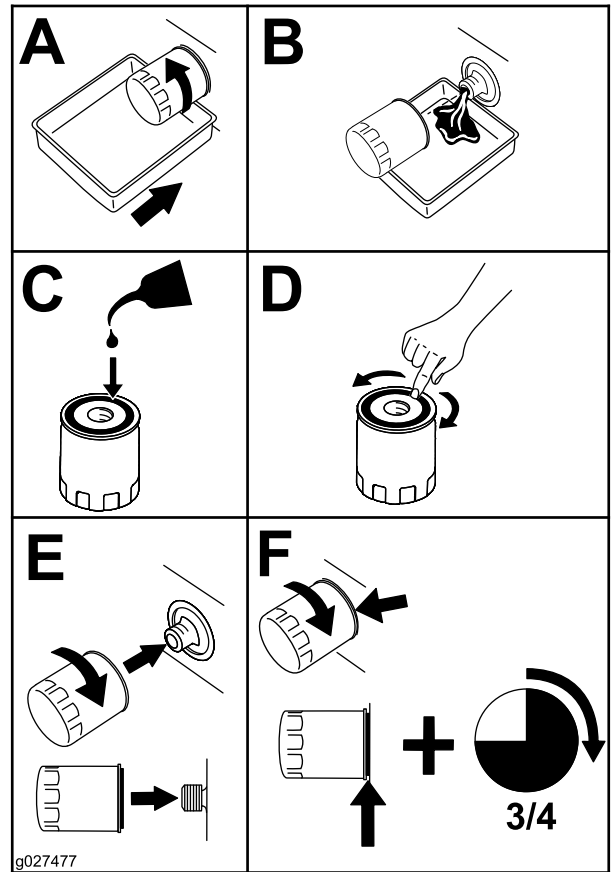

Figura 30
2. Sustituya el filtro de aceite del motor (Figura 30).